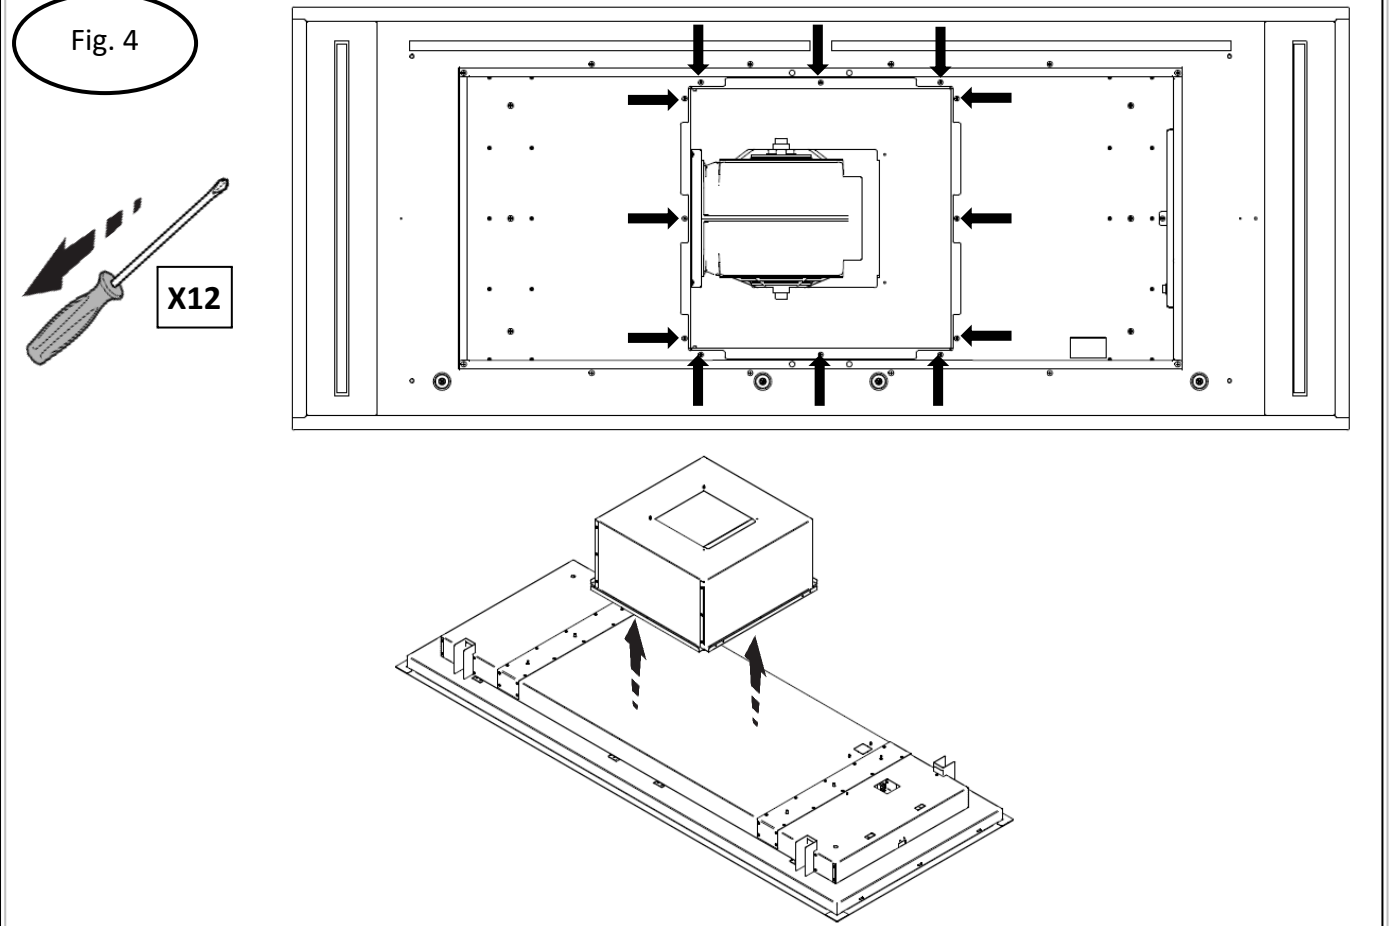

Fig. 5
- La carcasa del ventilador se puede girar 360° para que el flujo de aire pueda ventilarse en una de las 4 direcciones (fig.5).